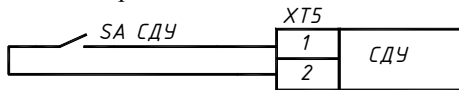

Рис.2.4 Подключение сигнализатора давления
4) Подключение шлейфа с универсальным сигнализатором давления производить согласно схеме на рис.2.4.